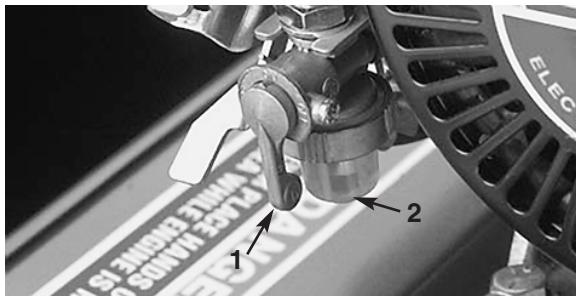

Fig. 27
- Chiudere la valvola di chiusura del carburante e svitare la coppa dal corpo del filtro (Fig. 27).